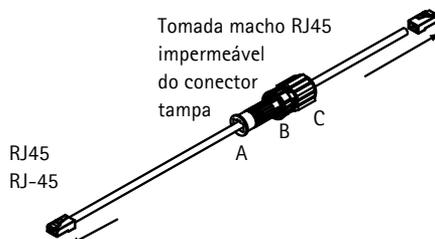

Fig 3
3. Passe a tampa do conector impermeável macho (A,B e C) sobre o cabo Ethernet. Ver Fig. 3.
5. Passe a tomada (A) pela tomada macho RJ45, conectada a DATA IN. Ver fig. 3.
6. Passe a caixa (B) sobre o conector e o parafuso (apertado apenas com a mão). Ver Fig. 3.
7. Passe a tampa (C) sobre o conector e o parafuso (apertado apenas com a mão). Ver Fig. 3.